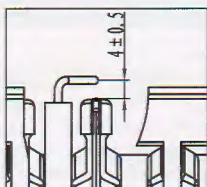

Рис.3
3) Снимите крышку корпуса уплотнения, проверьте, расстояние между воспламенителем и горелки если расстояние между воспламенителем и горелки больше чем нормы, отрегулировать ее до $4 \pm 0,5$ мм, а Рис.3.